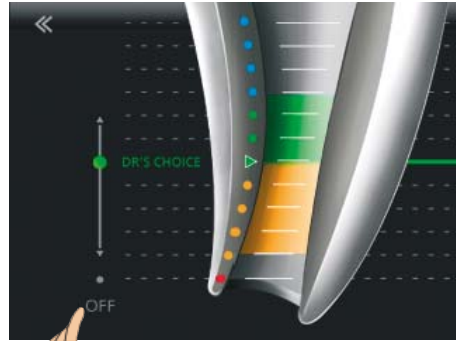

Fig. 25 Appuyez sur OFF
- Pour désactiver la ligne apicale personnalisée, retournez dans le menu Réglages, sélectionnez DR'S CHOICE et appuyez sur OFF (Fig. 25).